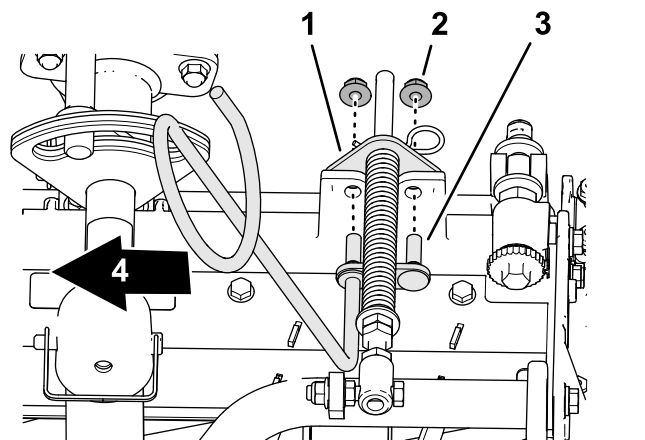

Figura 11
- 5. Alinee los espárragos de la guía de mangueras izquierda con los orificios del bastidor de la unidad de corte y del soporte del muelle de compensación (Figura 11).